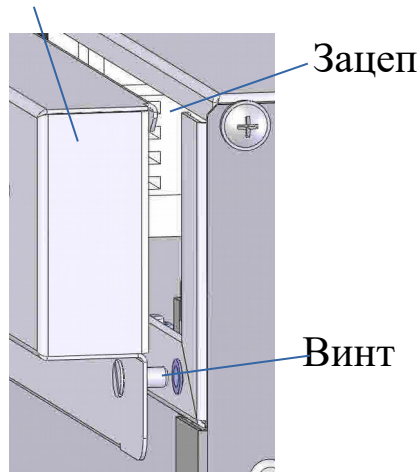

Рис.2
- отвернуть винты крепления панели управления (рис.2);